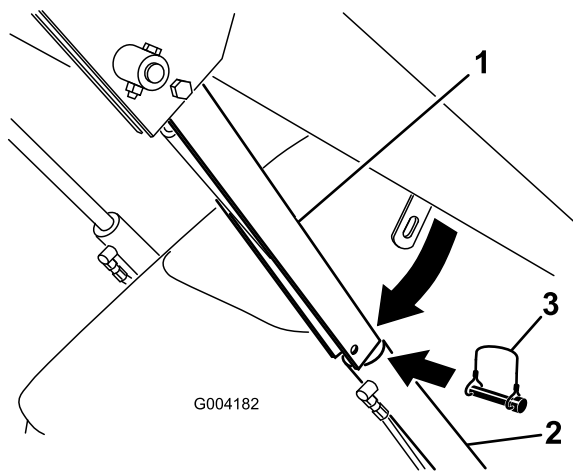

Figura 24
4. Rimuovere l'acciarino che assicura il blocco del cilindro al braccio caricatore (Figura 24).
- Abbassare il blocco del cilindro sull'asta e fissatelo con l'acciarino (Figura 24).